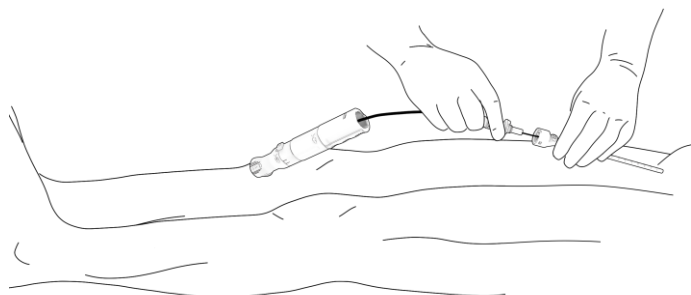

Abbildung 8. Vorschieben des PerQseal®-Gefäßverschlusssystems zur Einführschleuse.
- Die Ladekanüle über den Führungsdraht zum Ansatz der Einführschleuse vorschieben, siehe Abbildung 8. Wenn sich die Verfolgung über den Führungsdraht als schwierig gestaltet, ist sicherzustellen, dass der Führungsdraht nicht geknickt ist und kein geronnenes Blut oder Thrombus vorliegt.